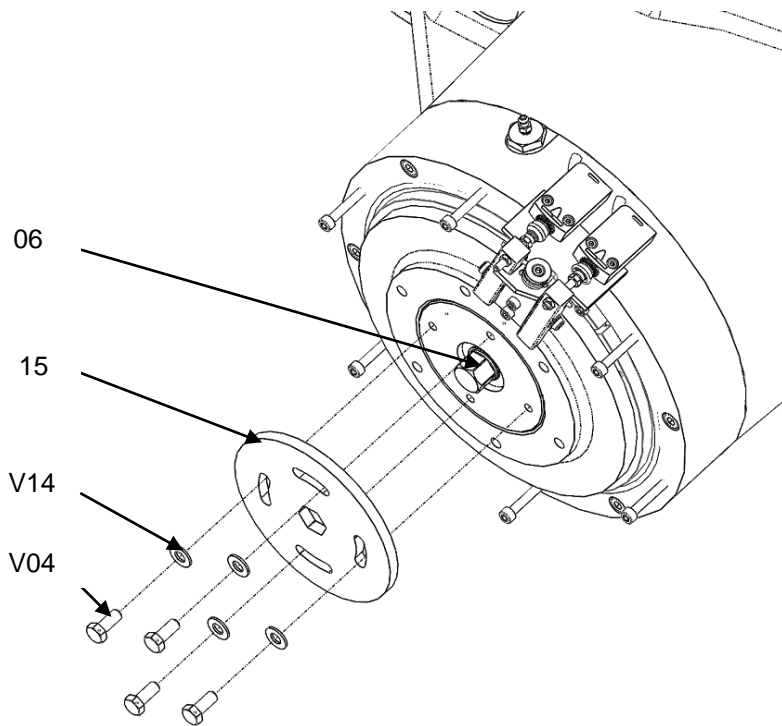

Bild 5.4
- Lösen und entfernen Sie die 2 Inbusschraubenschrauben **V04** und die 2 Unterlegscheiben **V14** Bild 5.4.
- Entfernen Sie die Sicherungsscheibe **15**, um die Schraube für die Verschleißüberwachung **06** freizulegen Bild 5.4.
2. Entfernen Sie die Abdeckung mittels der 2 Schrauben **V04** und der 2 Unterlegscheiben **V14** Bild 5.4, siehe Kapitel 5.3.